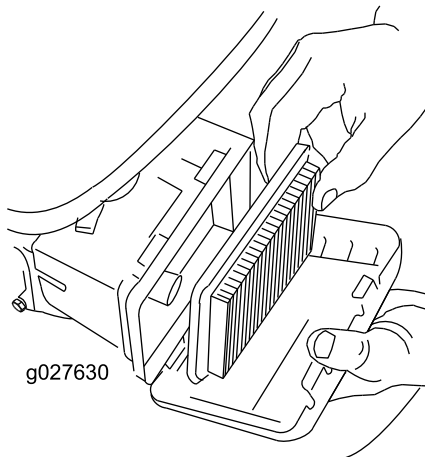

Figure 34
3. Déposez l'élément en papier du filtre à air (Figure 34).